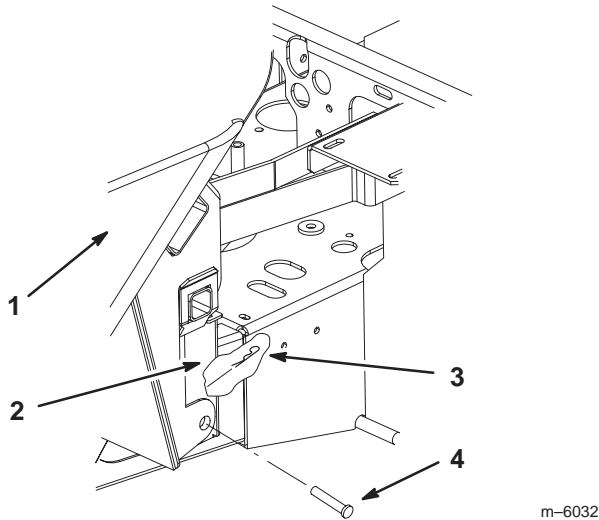

Bild 17
3. Montieren Sie den Graskollektor an der Graskollektorbefestigungshalterung (Bild 17).
4. Setzen Sie die Lastösenbolzen in den Graskollektor und die Graskollektorbefestigungshalterung ein. Sichern Sie sie mit den Splinten ab (Bild 17).